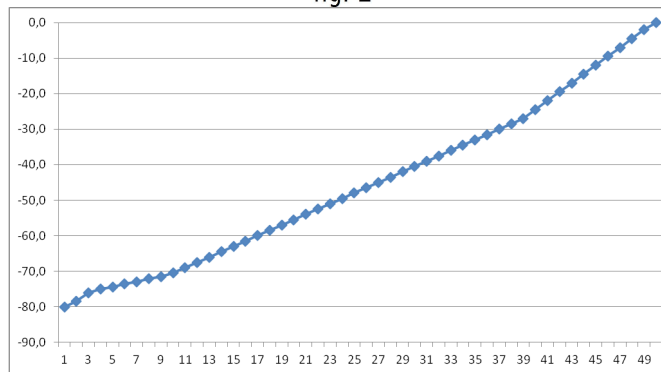

fig. 3
3. Volume Scale #3 – This setting is thought to optimize loudspeaker at mid volume (fig. 3)
3. Curva #3 – Questa curva ottimizza l'ascolto a metà volume (fig. 3).